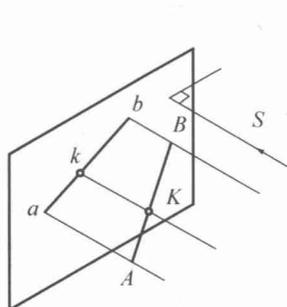

图1-11 直线的投影
1) 直线的投影一般仍为直线, 如图1-11中直线 AB 的投影为 ab 。
2) 如果点在直线上, 则点的投影一定在直线的投影上, 而且点分线段的比例在投影中保持不变。如图1-11所示, K 点在 AB 线上, 则 k 在 ab 上, 且有 $\frac{AK}{KB} = \frac{ak}{kb}$ 。